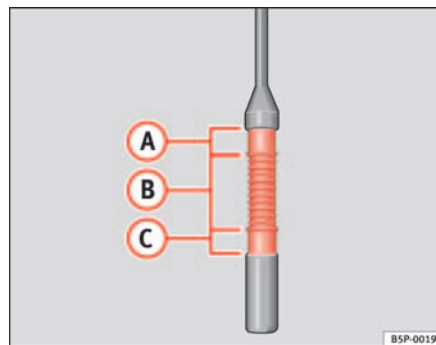

Fig. 161 Asta di misurazione livello olio motore.
- Estrarre nuovamente l'astina di misurazione e rilevare il livello dell'olio sull'estremità inferiore ⇒ fig. 161.
Non aggiungere olio se il livello si trova nel settore ⇒ fig. 161 **(A)**.